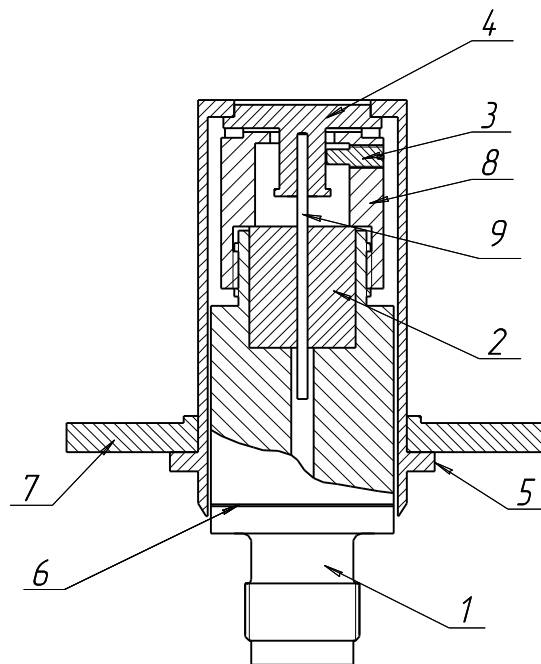

Рисунок 6. Устройство ИПС для МП-25...МП-160, МП-200...МП-500 и МП-600.
7.1.8 В зависимости от диапазона измерений на грузоприёмное устройство ИПС необходимо установить колокол (см. рис. 6) или переходную тарелку (алюминиевая). На МП-6...МП-16 грузы устанавливаются непосредственно на грузоприёмное устройство вне зависимости от величины создаваемого давления.